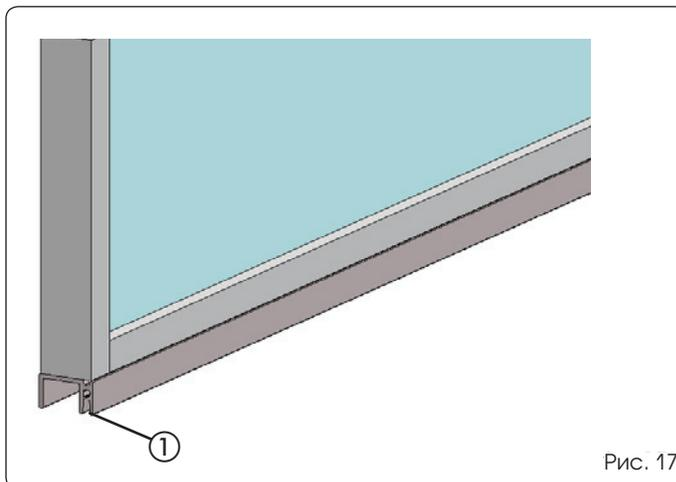

Рис. 17
3. Если указано, вставьте щетку в гнездо направляющего профиля (рис. 17, поз. 1).